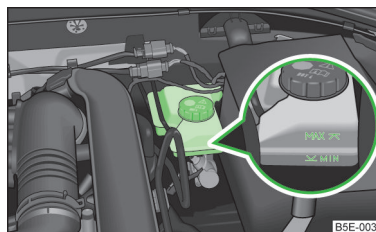

Fig. 151
- > Verificați nivelul lichidului de frână pe recipientul acestuia » fig. 151. Nivelul trebuie să se găsească între marcasele „MIN” și „MAX”.